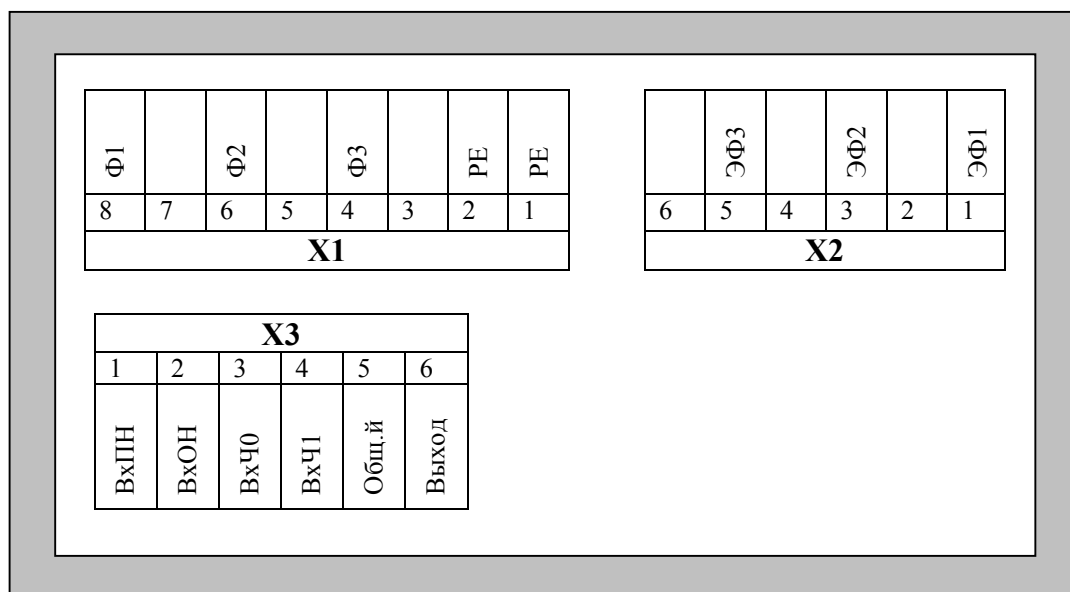

Рис. 1. Схема подключения внешних контактов БУАД-2-10.
**Номера 0-3** – задают частоту вращения в требуемом направлении  $F_e$  (Гц, 0 – 200.0) в соответствии с двоичным кодом, заданным логическими сигналами  $VxЧ1$ ,  $VxЧ0$  ( $VxЧ0$  – младший бит, см. **рис.1**).